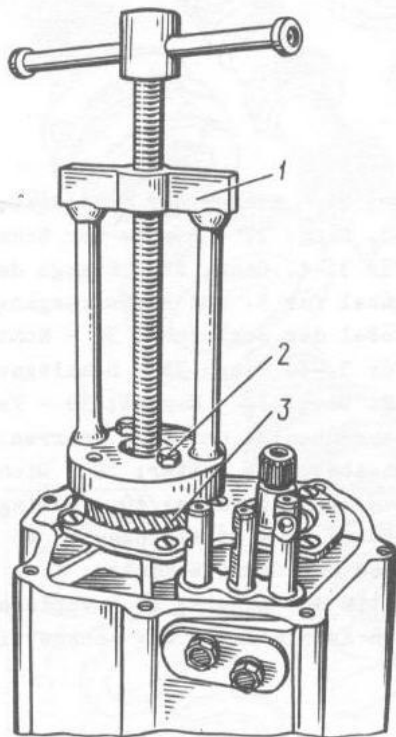

Bild 3-65. Ausbau des Abtriebsrads für 5. Gang mit spezieller Ausbauvorrichtung:
- mit Hilfe eines zusätzlichen Schlüssels 2 (siehe Bild 3-63), der mit den Vorsprüngen in die glatten Bohrungen des Abtriebsrads für 5. Gang gesteckt wird, mit der Ausbaurvorrichtung 1 die Befestigungsmutter der Ausgangswelle losdrehen und beide Zahnräder von den Wellen abziehen. Den Ausbau des Abtriebsrads für 5. Gang mit einer speziellen Ausbaurvorrichtung 1 (Bild 3-65) ausführen, die mit dem Zahnrad durch Schrauben 2 mit Gewinde M6 verbunden ist;